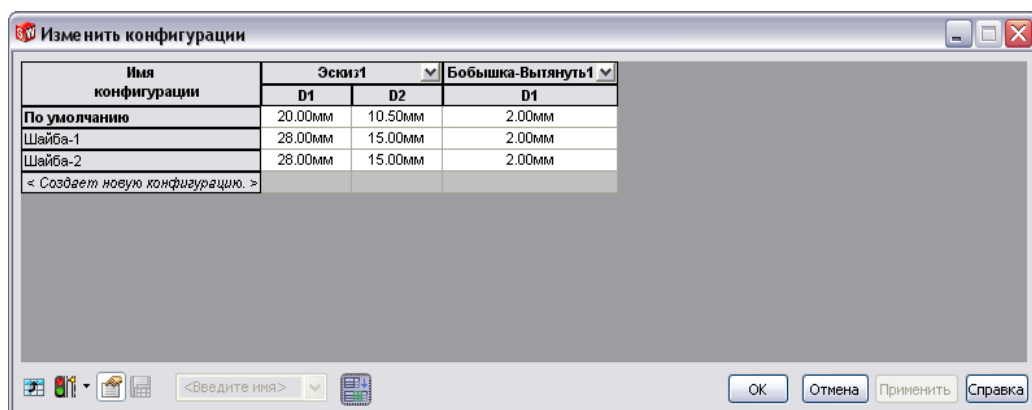

Рисунок 7.10 – Діалогове вікно «Змінити конфігурації»
2. Виділяємо курсором розмір глибини витягування елемента Бобика – Вытянути 1 – 2 мм та клацаємо правою кнопкою миші, щоб відкрилось контекстне меню з переліком команд. У цьому вікні обираємо команду «Властивості конфігурації». В результаті на екрані відкриється діалогове вікно «Змінити конфігурації» (рис. 7.10).